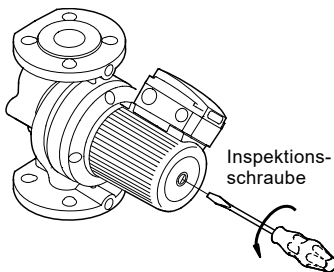

Abb. 6 Die Pumpe entlüften
- Abbildung 6: Elektrischer Anschluss und Stellung des Wahlschalters beim Einsatz des Signalausgangs für die Betriebsmeldung.